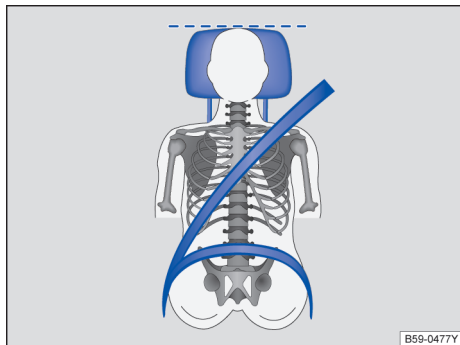

图 21 驾驶员头枕的正确位置
- 调节头枕，使头枕的上沿与您的头顶等高，不可低于眼睛，头部尽可能贴近头枕→图 21。
- 正确调节头枕，使其上沿与头顶等高，但勿低于眼睛，头部尽可能贴近头枕→图 21